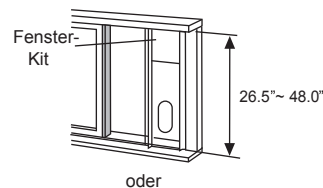

Abb. 13
2. Legen Sie den Fensteradapter (Kit) auf den Fensterahmen. Passen Sie die Länge des Fensteradapters an die Fensterbreite an. Verkürzen Sie den Fensteradapter, wenn die Breite des Fensters weniger als 26,5" ist. Öffnen Sie den Fensterflügel und legen Sie den Fensteradapter auf das Fenstersims (Abb.13).